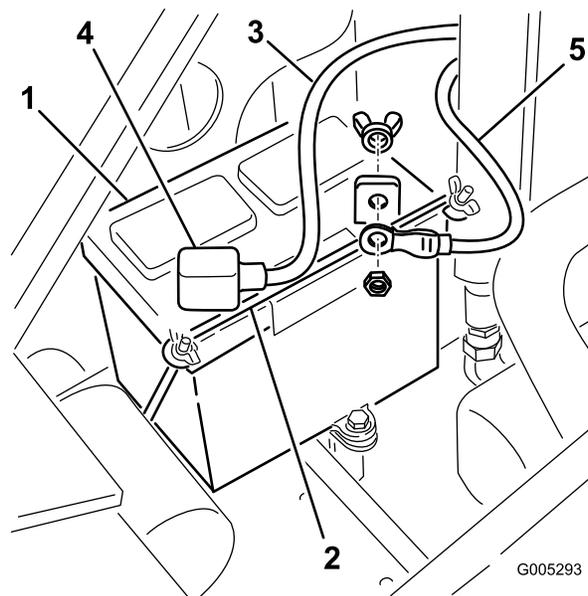

Figura 43
4. Rimuovete i dadi ad alette e la barra che fissano la batteria (Figura 43).
5. Staccate il cavo negativo (nero) di terra dal polo della batteria (Figura 43). Conservate i dispositivi di fissaggio.
7. Staccate il cavo positivo (rosso) dal polo della batteria (Figura 43). Conservate i dispositivi di fissaggio.
- Utilizzate i fermi rimossi in precedenza per montare il cavo positivo (rosso) sul morsetto positivo (+) della batteria (Figura 43).
- Utilizzate i fermi rimossi in precedenza per montare il cavo negativo (nero) sul morsetto negativo (-) della batteria (Figura 43).
- Assicurate la batteria con la barra e i dadi ad alette (Figura 43).